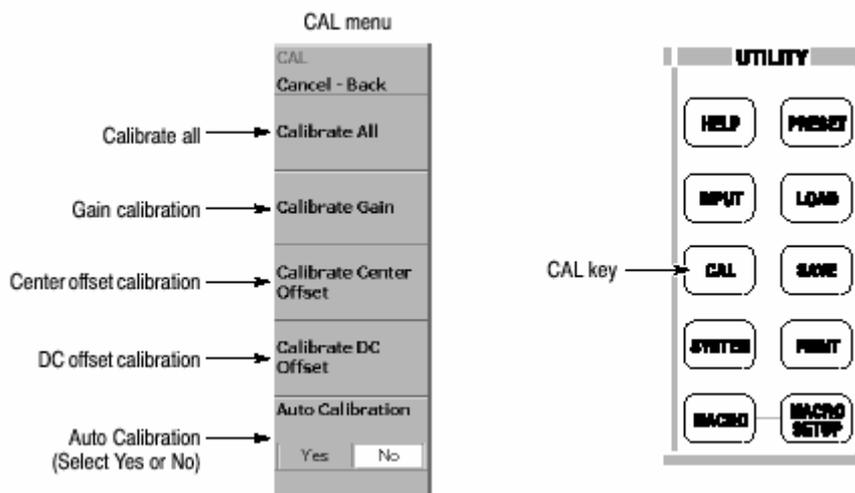

图 1-18 校准菜单
1. 按压前面板的 CAL 键 (见图 1-18)。
注意：启动 Auto Calibrate(自动校准) (见图 1-18)，在分析仪设置改变时，允许分析仪运行自动中心校准。